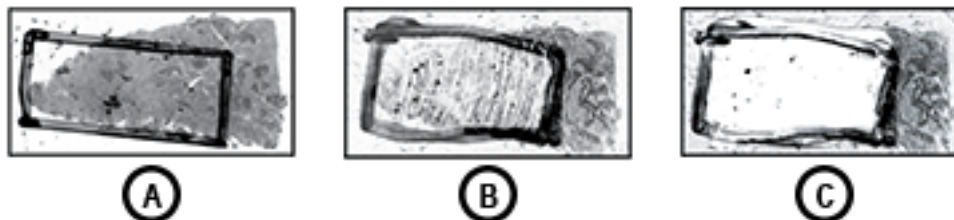

Figura 1. Exemplos de remoção correta (recomendada) e incorreta (não recomendada) de tecido da lâmina
- c. Realize a macrodissecção (patologista ou técnico). Utilizando uma lâmina de corte nova ou um bisturi novo para cada amostra de tecido que será processada, retire (raspe) completamente da lâmina o tecido delimitado do tumor invasivo (veja a Figura 1) e transfira para o tubo de lise de 1,5 mL rotulado.